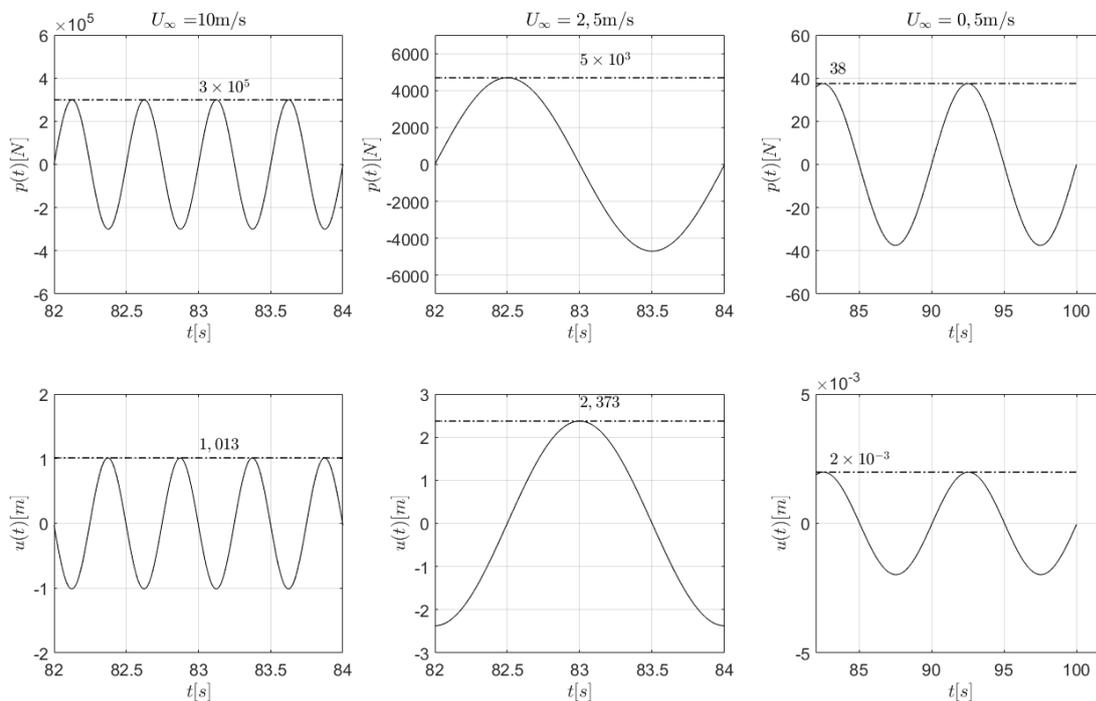

Figura 8
- Supor que tanto a amplitude da excitação p_o quanto sua frequência $\bar{\omega}$ sejam funções da intensidade média de corrente de vento U_∞ . Admite-se que a frequência da excitação é dada por $\bar{\omega} = \alpha_1 U_\infty$, onde α_1 é uma constante a ser determinada. Foram feitos experimentos com três valores de corrente média de vento, a saber, $U_\infty = 10 \text{ m/s}$, $U_\infty = 2,5 \text{ m/s}$ e $U_\infty = 0,5 \text{ m/s}$. Nestes experimentos, foram monitoradas as séries temporais de força externa $p(t)[N]$ e de deslocamento $u(t)[m]$, em regime permanente. Estas séries temporais estão ilustradas na Figura 8, juntamente com os respectivos valores máximos. Qual a
- c) Com base na Figura 8, quais os valores da frequência natural não amortecida, da constante α_1 e da rigidez equivalente k_{eq} ?
- d) Ainda com base na Figura 8, determinar o fator de amplificação dinâmica D e a taxa de amortecimento do sistema ζ .